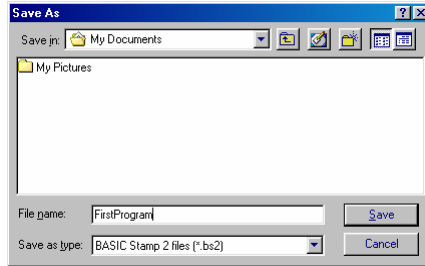

Figura 1-38
- √ Digitare il nome FirstProgram nel campo *File name* in basso nella finestra *Salva* come similmente alla Figura 1-38.